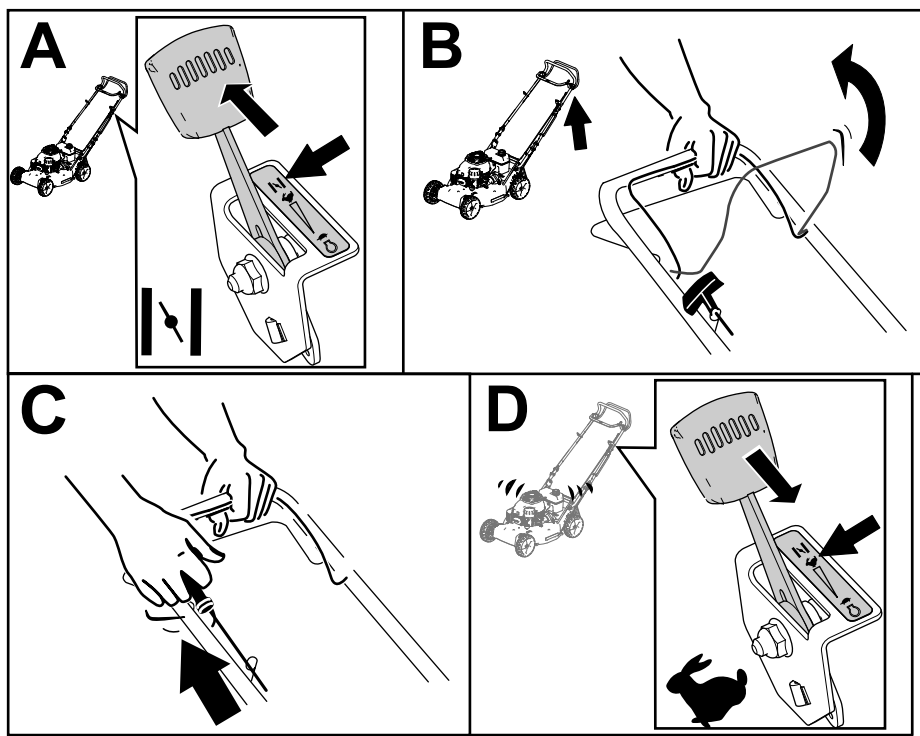

Figura 17
3. Mueva la palanca de control del acelerador a la posición de ESTÁRTER (A en la Figura 17).
4. Sujete la barra de control de las cuchillas contra el manillar (Figura 17, B).
5. Tire del arrancador de retroceso (Figura 17, C).
6. Cuando el motor arranque, mueva la palanca de control del acelerador a la posición de RÁPIDO (D en la Figura 17).